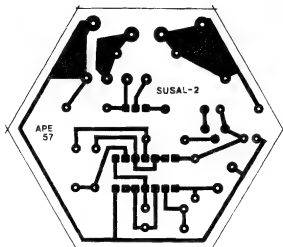

Fig.2
- FIG. 2 - LAY OUT DO CIRCUITO IMPRESSO ESPECÍFICO - Tratando-se de um desenho especialmente desenvolvido para a utilização no **container** dos projetos "Patola" indicados na LISTA DE PEÇAS, os requisitos mecânicos, formas, dimensões, etc., são **rigorosos**, e não podem ser desprezados, a menos que o Hobbyista